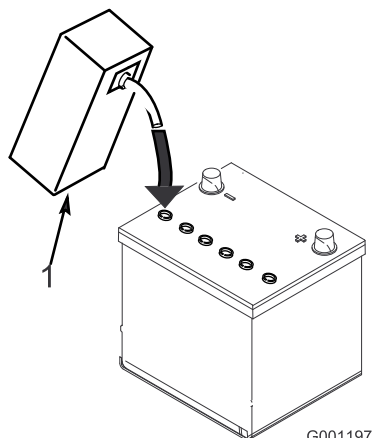

図 5
3. 各セルの電極板が液面下 6mm程度に水没するまで、電解液を慎重に入れる (図 5)。
4. 電極板が液を吸収するまで2030分程度待つ。必要に応じて、電極板が 6mm程度水没するぐらいに電解液を補充する (図 5)。